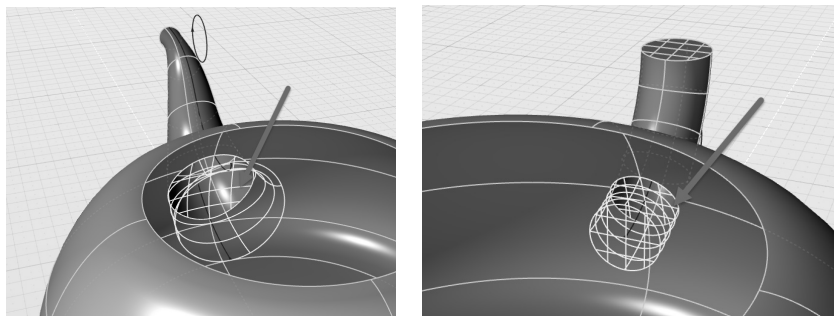

图 5-56 移除曲面相交切割出的圆形面片
3) 在透视图图中, 依次点选移除曲面相交时, 切割出的圆形面片。全部移除后按空格键确认, 如图 5-56 所示。